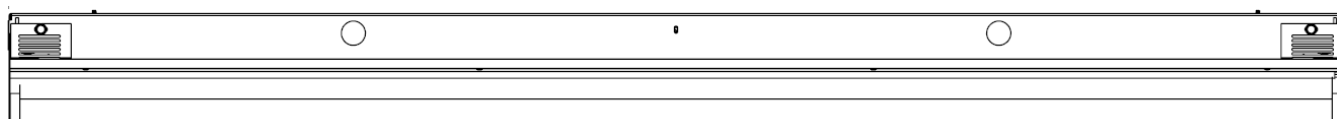

Figure 10
12. Installer la lentille sur le devant du plateau en appuyant doucement sur les côtés et en insérant les extrémités dans les rainures du plateau. Centre la lentille dans le plateau en glissant vers l'avant et vers l'arrière (Fig. 10). L'installation est terminée.